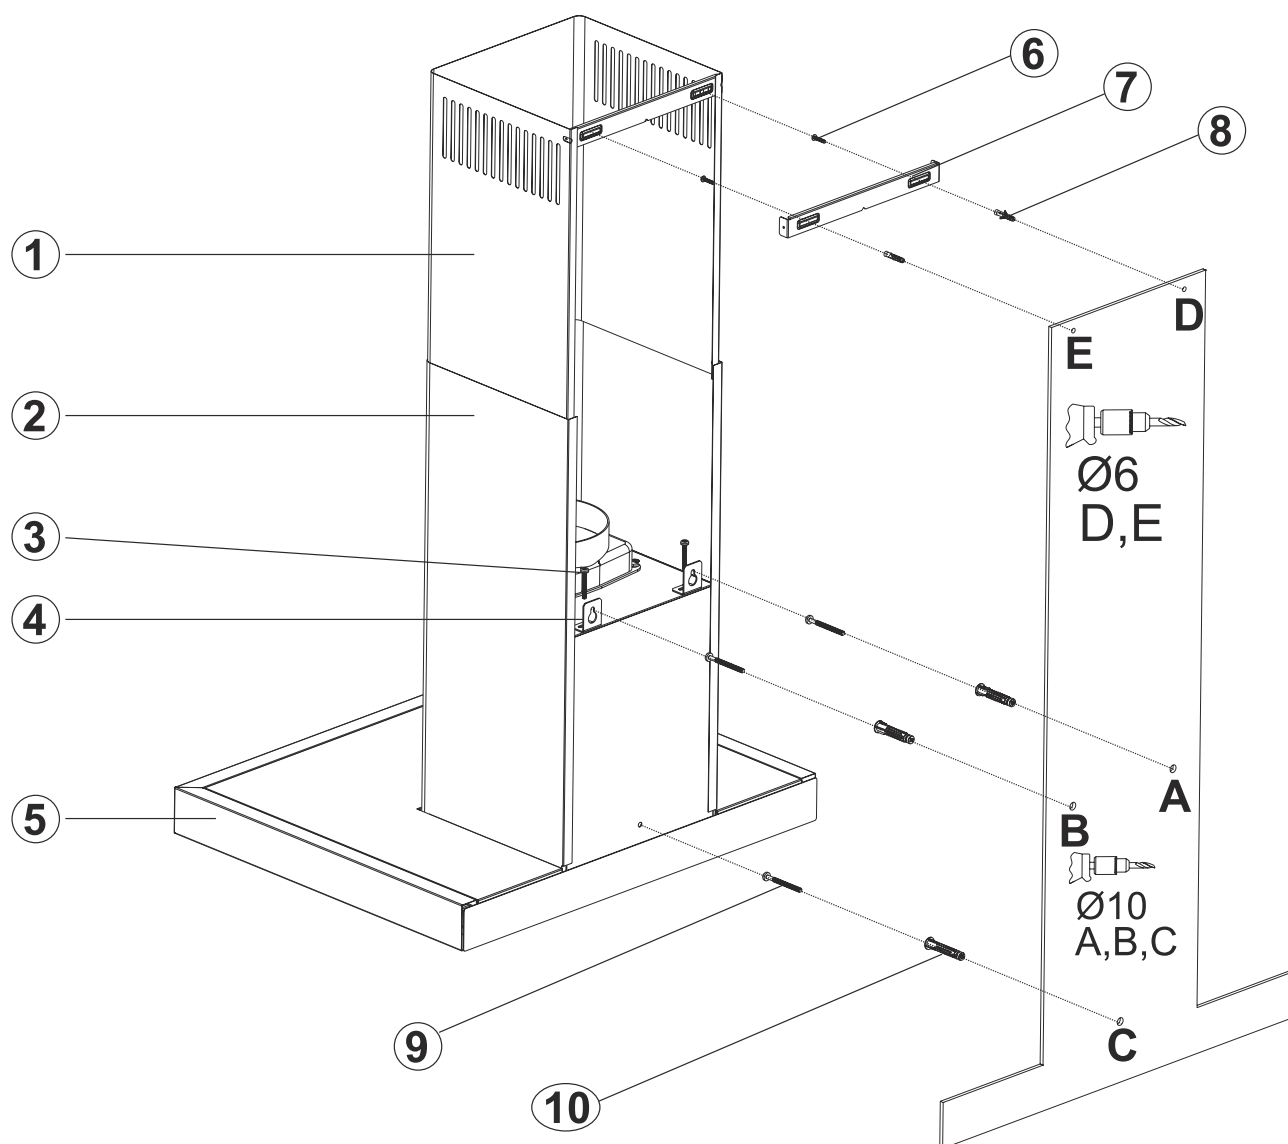

Fig. 10
2. ➤ Fäst monteringsritningen på väggen vid önskad höjd på fläkten i förhållande till spishällen (följ våra höjdrekommandationer). Markera punkterna A, B, C och D (Fig. 10).
3. ➤ Sätt nu in Ø10mm pluggar i hålen A, B & C. Skruva fast skruvarna på punkterna A + B och lämna ett avstånd på 5 mm mellan skruvhuvud och vägg (Fig. 10).
- 4.** ➤ Montera upphängningsbeslagen på fläkten med de medföljande M5x35-skruvarna (Fig. 10).